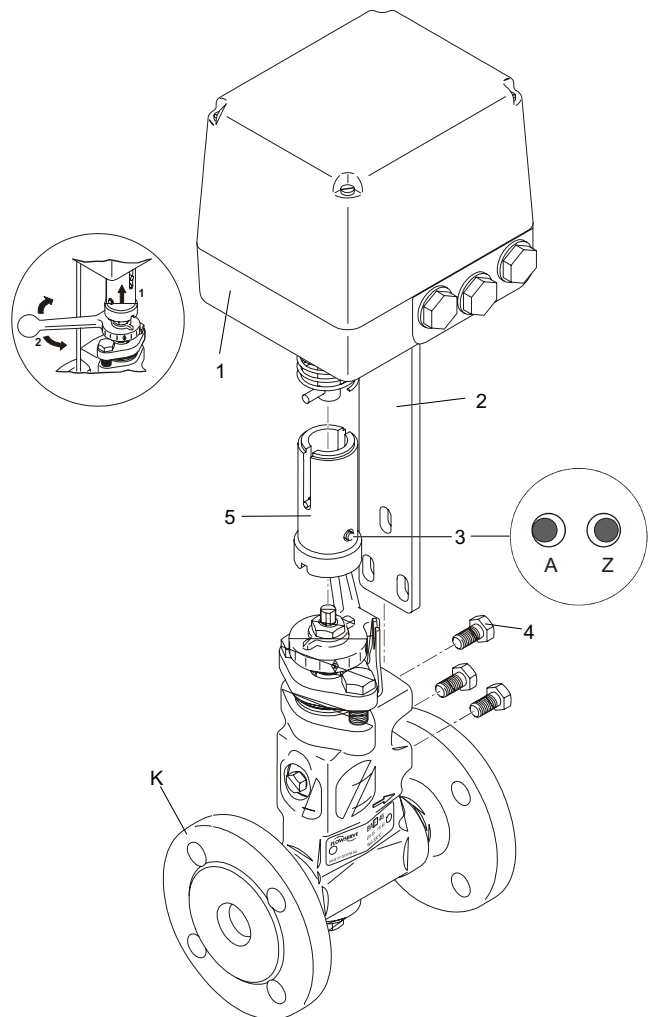

Рисунок 4: Конструкция автоматического регулировочного клапана непрерывной продувки
- Отключить напряжение от сервопривода и рукой преподнять муфту (5) примерно на 1 см (см.рис. 4)
- Регулировочный рычаг (U) настроить на желаемый поток при помощи шкалы (S).